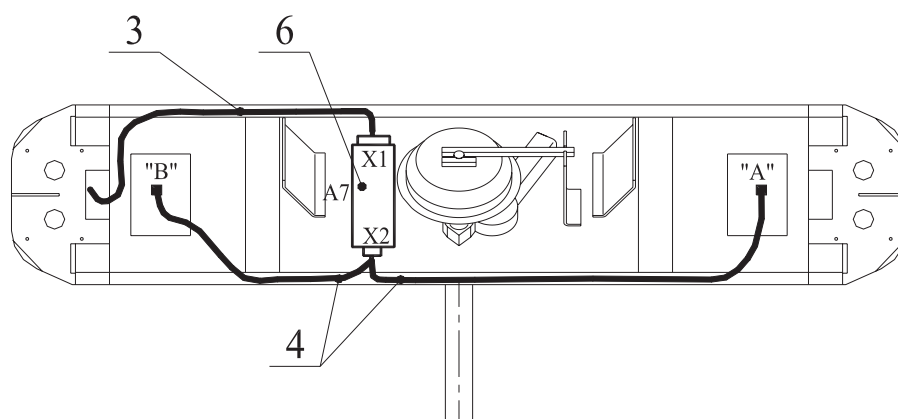

Рисунок 11 - Схема прокладки кабелей в стойке турникета
5.11.2 В случае несанкционированного прохода через турникет сигнал Ready формируется следующим образом. При повороте преграждающих планок на 8° срабатывает один из оптических датчиков поворота преграждающих планок (см. рис. 11) и размыкаются выходные контакты Ready и Common (начало сигнала). При возвращении преграждающих планок в исходное положение происходит нормализация обоих указанных оптических датчиков и замыкание выходных контактов Ready и Common (окончание сигнала).